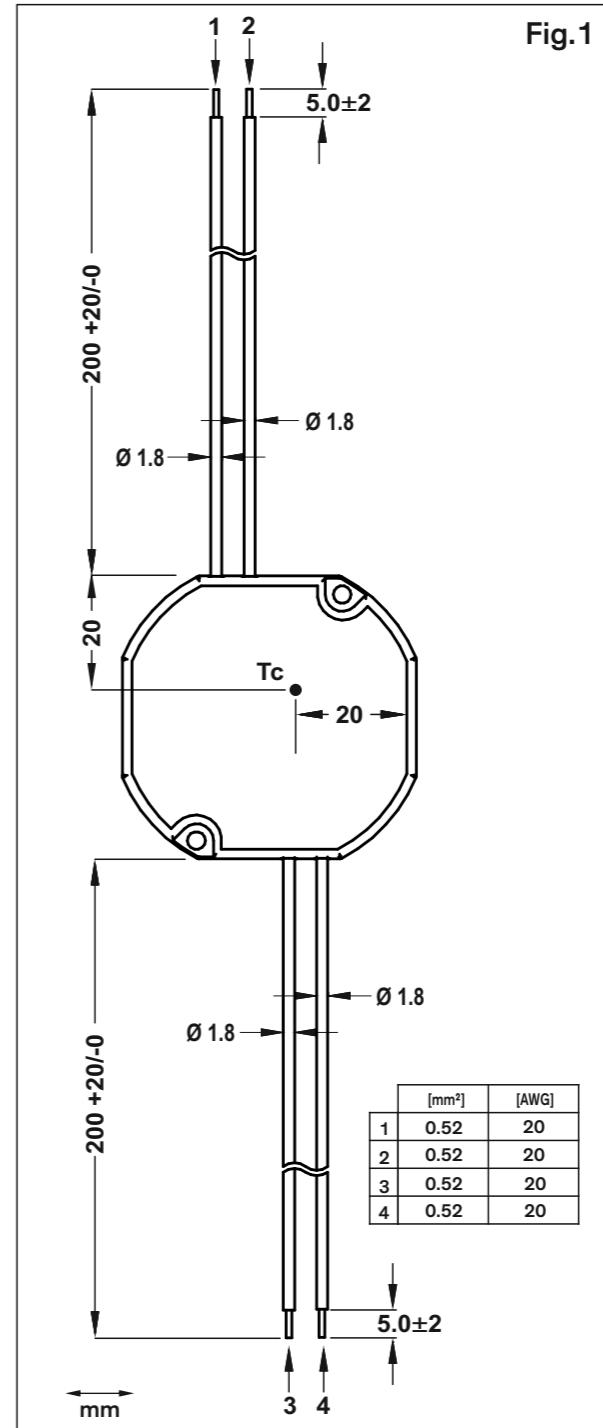

Fig.1
- All input and output wires must be properly rated for the power supply and must be connected with the correct polarity. Fig.1
- Alle Verdrahtungen am Eingang und Ausgang müssen entsprechend dem Netzteil ausgelegt und mit der richtigen Polarität verbunden sein. Fig.1
- Tous les fils d'entrée et de sortie doivent être correctement étalonés pour le bloc d'alimentation et être branchés à la bonne polarité. Fig.1
**Identification of Features Fig.1**
**Funktionsbeschreibung Fig.1**
**Identification des caractéristiques Fig.1**